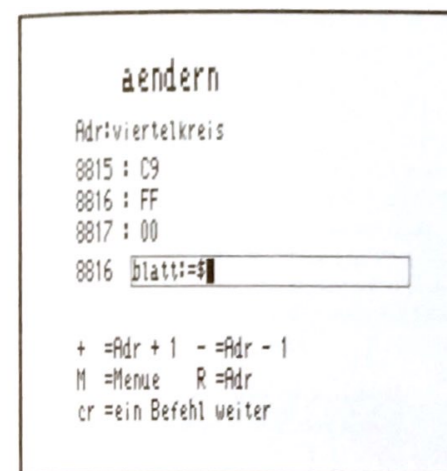

Bild 8. Der Name von Blatt wird vereinbart
3. Das alte Programm wird jetzt sichtbar. Nun muß man die Taste „CR“ so oft drücken, bis der letzte Befehl des schon geschriebenen Programms sichtbar wird, also der Befehl „C9“. Dann drücke man noch zweimal die Taste „CR“, bis der Befehl „C9“ ganz oben im Bild steht. Damit hat man einen Speicherplatz angewählt, der noch nicht durch ein Programm belegt ist. Dort kann man jetzt das neue Programm eingeben. Es beginnt mit der Definition des Namens, also mit „BLATT:=\$“ und sieht dann wie Bild 8 aus. Danach drückt man die Taste „CR“ und die Eingabe verschwindet wieder, das Grundprogramm hat die Eingabe angenommen. Achtung! Am restlichen Bild ändert sich bei Namensdefinitionen nichts. (Das Zeichen „\$“ ist übrigens die Abkürzung für die links neben dem Ka-